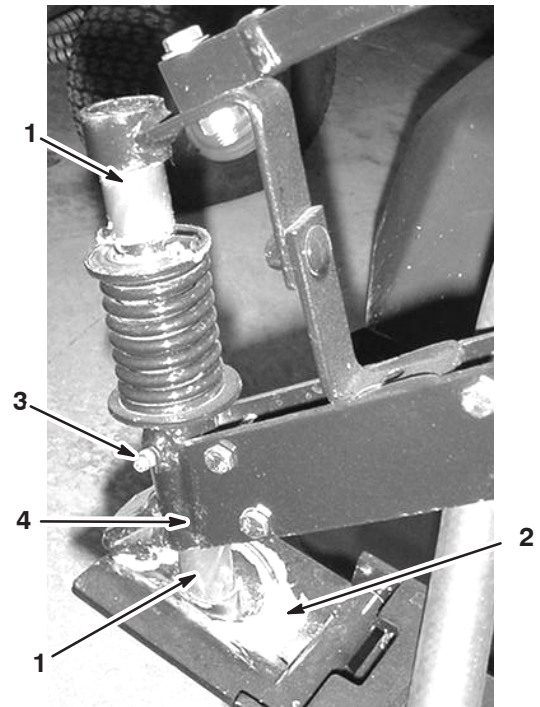

Figura 38
1. Coloque grasa manualmente en el eje de soporte y dentro del asiento de la bola de la chapa abisagrada según muestra la Figura 38.